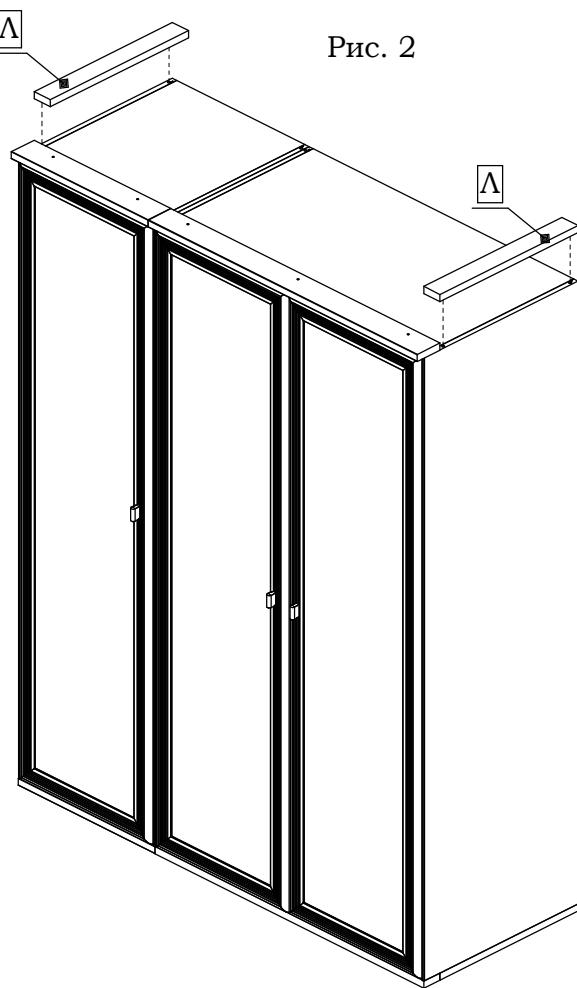

Рис. 2
2. На шкафы, завершающие комбинацию (Рис. 2).